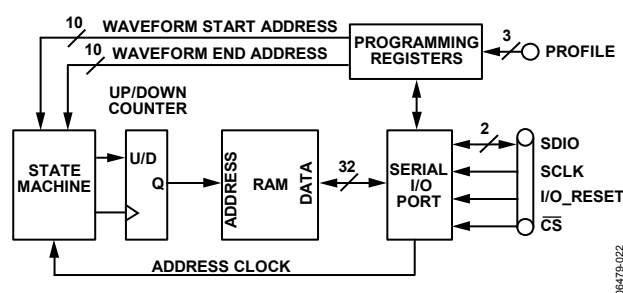

図41.RAM データのロード/読出し動作
3. RAM (アドレス 0x16)に対してRAMプロファイル・コントロール・レジスタで選択した、該当するRAMワード数の書込み(または読出し)を行います(詳細については、シリアルの設定のセクション参照)。図 41 に、RAMデータ・ロード/読出し動作に使用する機能コンポーネントのブロック図を示します。